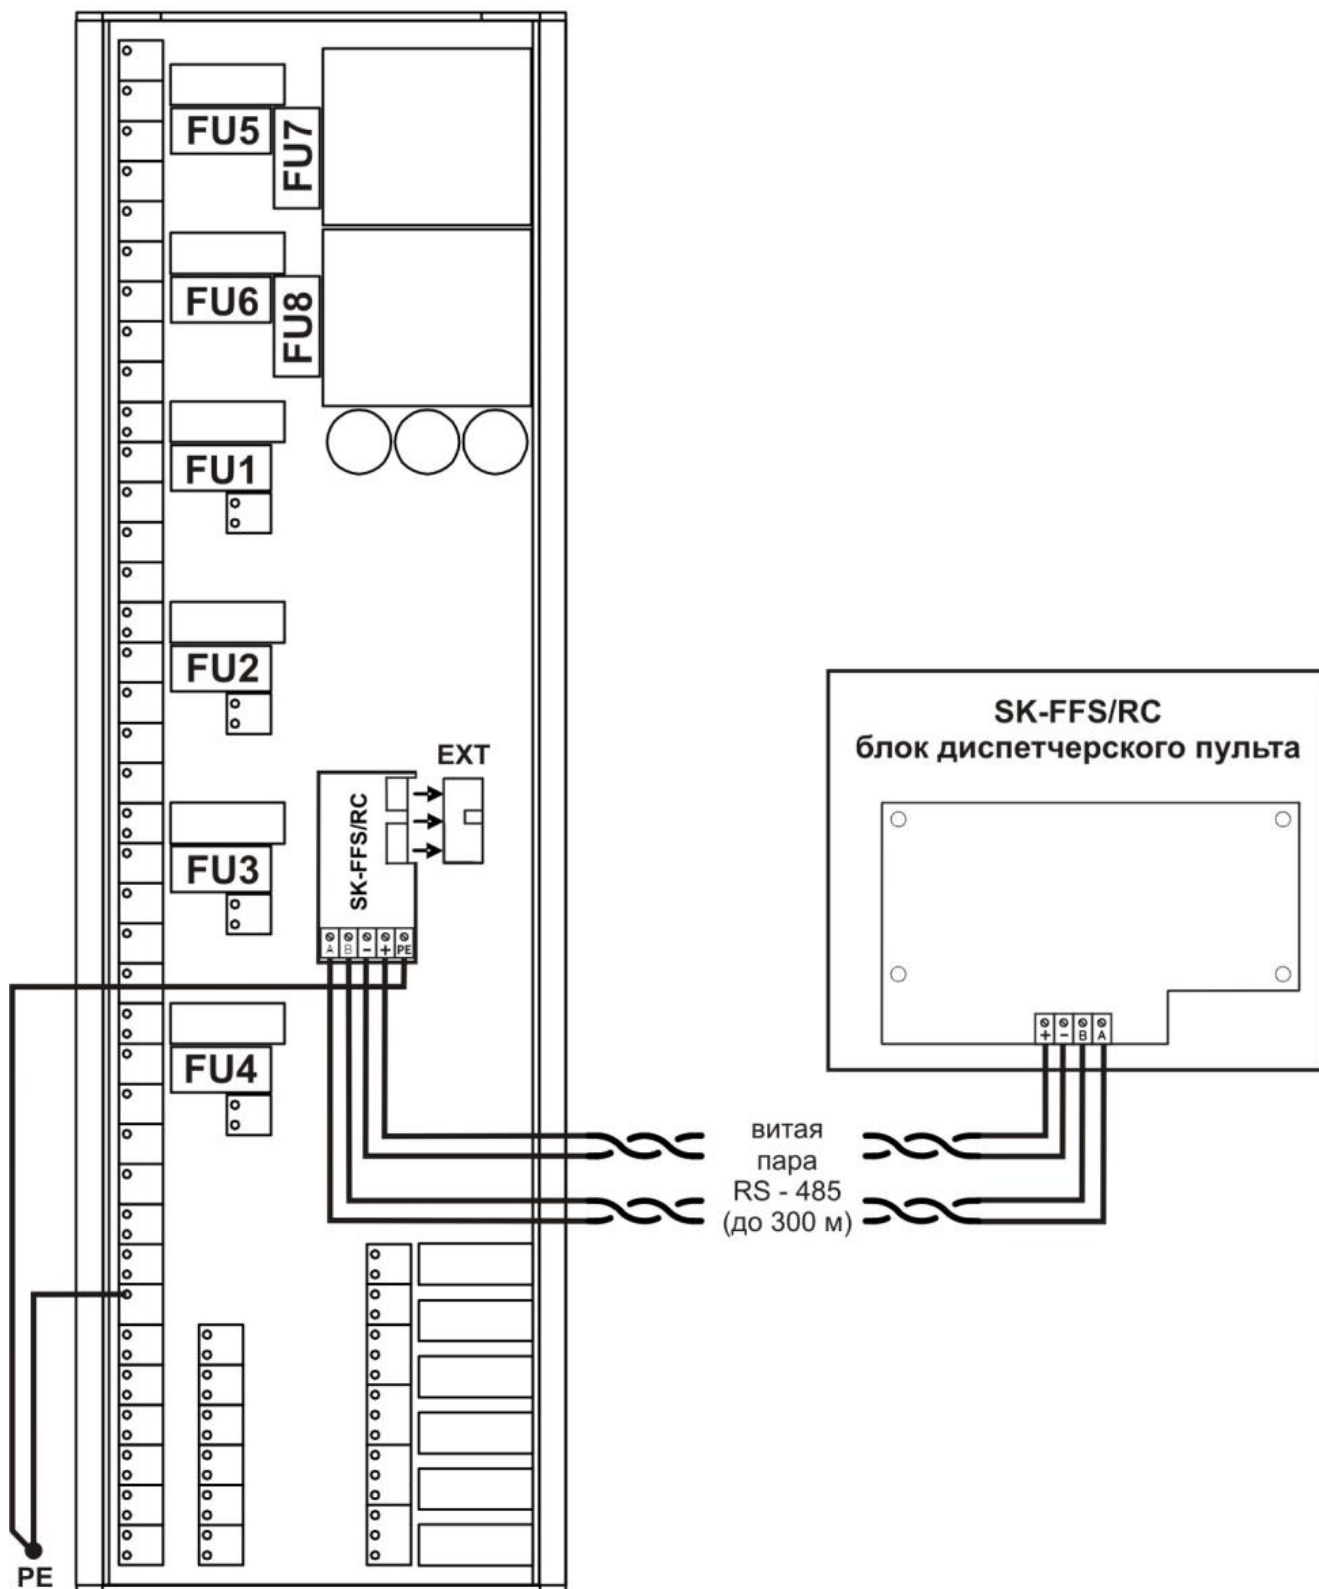

Рис.1 Внутренний вид прибора и его подключение
5.1 Внутренний вид прибора (рис. 1)